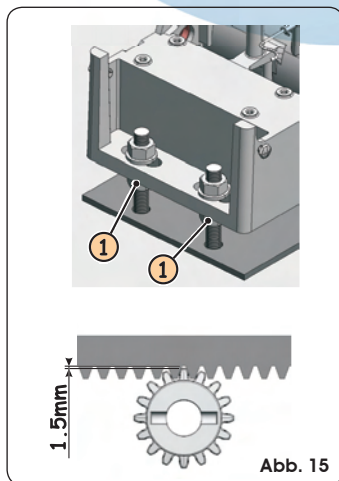

Abb. 15
- Nach dem Einbau der Zahnstange sollte die Position des Getriebemotors um etwa 1,5 mm (Abb. 15) abgesenkt werden, um das ordnungsgemäße Eingreifen zwischen Ritzel und Zahnstange zu gewährleisten.